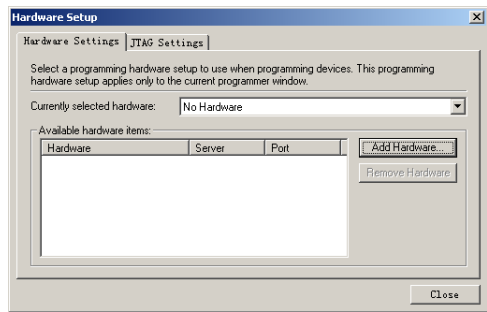

图 27-40 “Hardware Setup”对话框
(2) 如果是第一次使用，需要首先安装下载电路的驱动。单击“Hardware Setup”按钮，弹出“Hardware Setup”对话框，如图 27-40 所示。